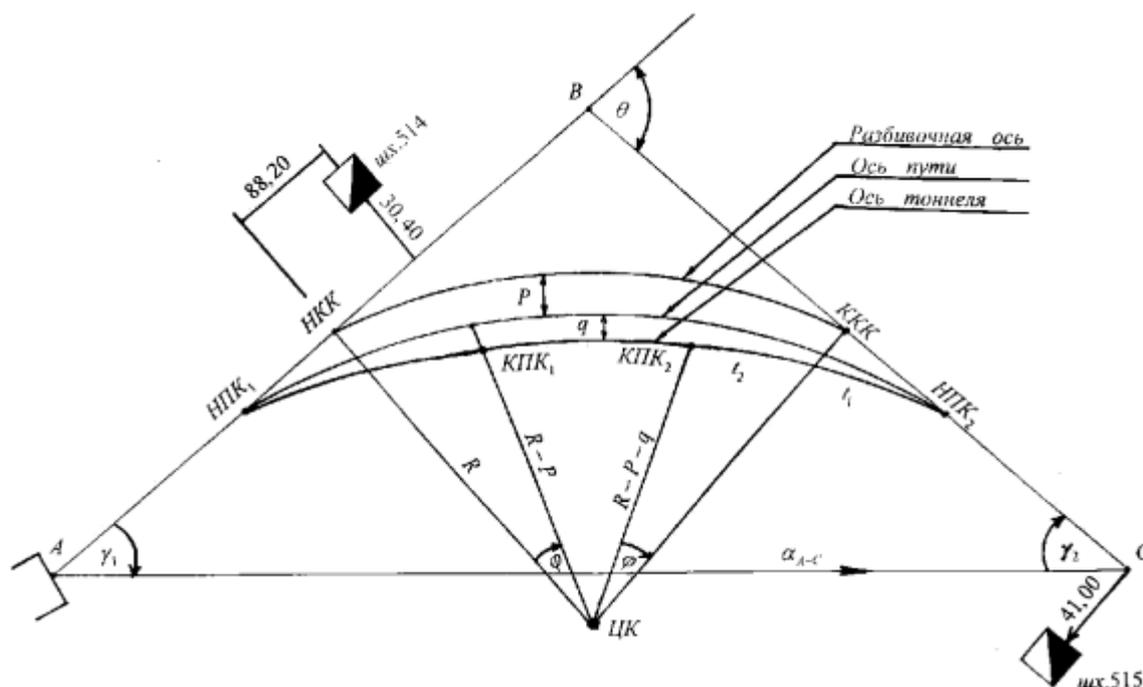

Рисунок 5. Схема участка транспортного тоннеля
1. Схема участка транспортного тоннеля (рис. 5).